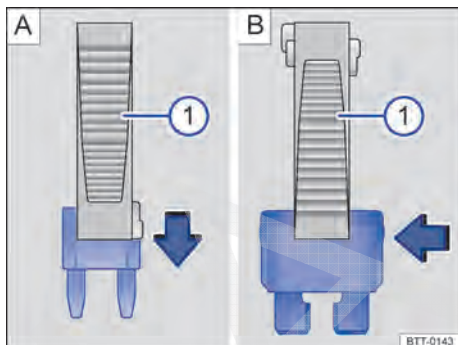

Fig. 271 Remover ou instalar um fusível com a garra da pinça de plástico ①.
⇒ Fig. 271 ① da cobertura da caixa de fusíveis.
- Em caso de *fusíveis pequenos*, encaixar a garra ① por cima ⇒ Fig. 271 A.
- Em caso de *fusíveis maiores*, empurrar a garra ① lateralmente sobre o fusível ⇒ Fig. 271 B.
- Caso o fusível esteja queimado, substituir o fusível por um novo da *mesma* intensidade (mesma cor e inscrição) e do *mesmo* tamanho ⇒ ①.